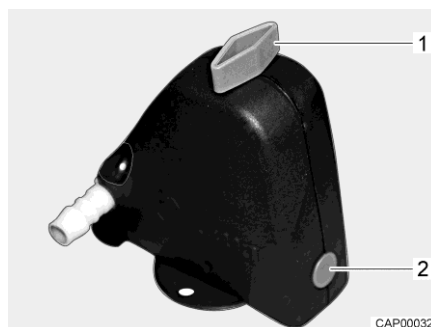
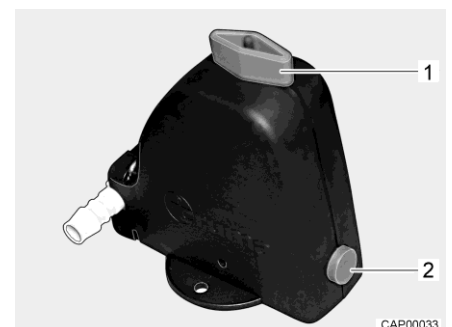

Bild 120 Säkerhets-/avtappningsventil stängd
Bild 121 Säkerhets-/avtappningsventil öppen
- Öppna säkerhets-/avtappningsventil (Bild 120). Vrid vredet (Bild 120,1) mot säkerhets-/avtappningsventilen. Tryckknappen (Bild 120,2) skjuts ut. Den öppna säkerhets-/avtappningsventilen visas i Bild 121.